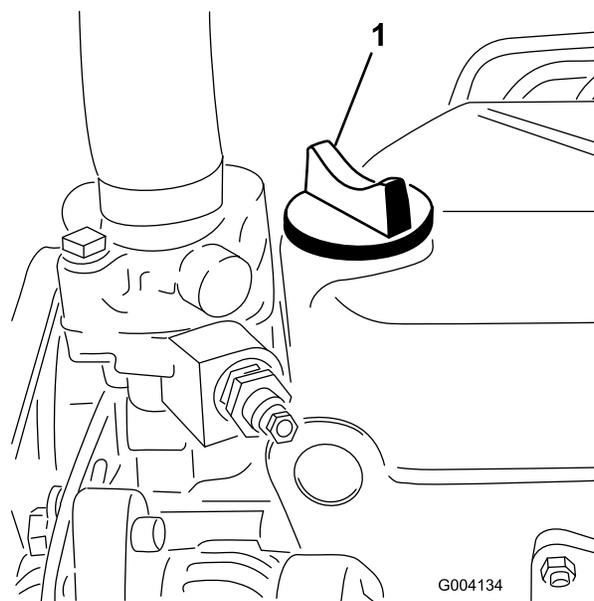

Figura 31
5. Se o nível de óleo se encontrar abaixo da marca Full (Cheio) da vareta, retire o tampão de enchimento (Figura 31) e adicione óleo até que o nível atinja a marca Full.